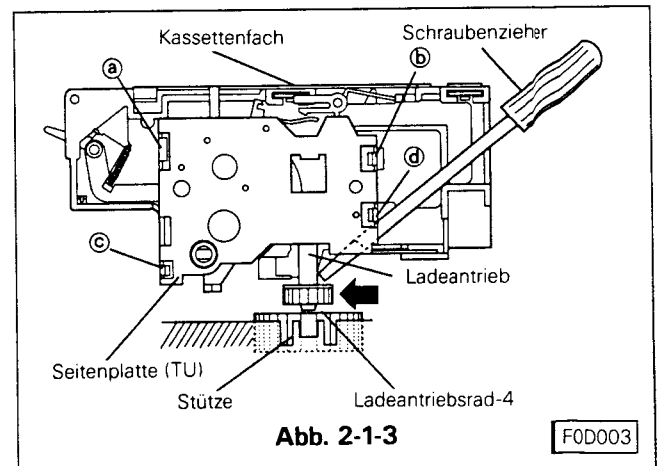

Abb. 2-1-3
- Bringen Sie das Kassettenfach über die Positionslöcher ① und ②, und schieben Sie es mit den beiden U-Löchern ③ und ④ placent an der Front rechts und links unter die Befestigungsspinne. (erst die linke Seite)
- Das Kassettenfchantriebsrad ist nach Abschnitt B. in den meisten Fällen noch nicht in dem Halter fixiert. In diesem Falle bewegen Sie das Antriebsrad durch drücken in Richtung vorwärts, damit es im Antrieb einrastet. Siehe Abb. 2-1-3 ist es wie oben beschrieben nicht möglich, das Antriebsrad einrasten zu lassen, schieben Sie das Antriebsrad 4 a etwas unter das Deck und das Kassettenfchantriebsrad ist sehr einfach zu fixieren.
- Das Kassettenfach mit den Schrauben ①, ②, ③ und ④ befestigen.
2-2-1 Ausbau (siehe Abb. 2-1-3, 2-2)
- Die Halteschnapper (①, ②, ③ und ④) der Platte an der Aufwickelseite des Kassettenfaches lösen und die Platte entfernen. (Siehe Abb. 2-1-3)
2-2-2 Einbau (siehe Abb. 2-1-3, 2-2)
- Die Seitenplatte am Kassettenfach Aufwickelseite aufsetzen und in die Schnappen ①, ②, ③ und ④ einrasten. (Siehe Abb. 2-1-3)